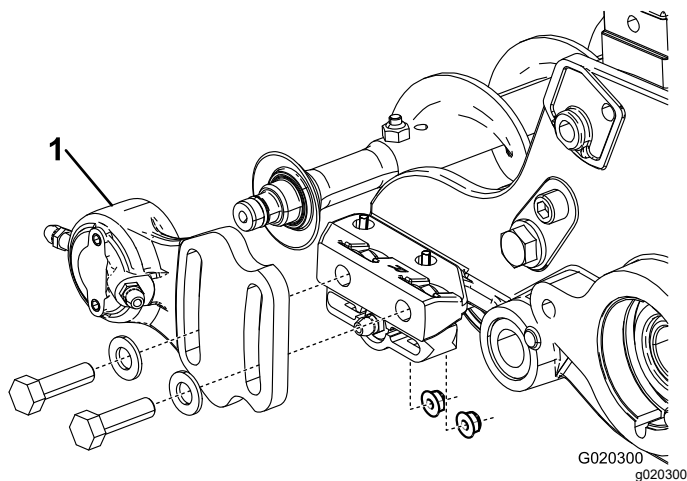
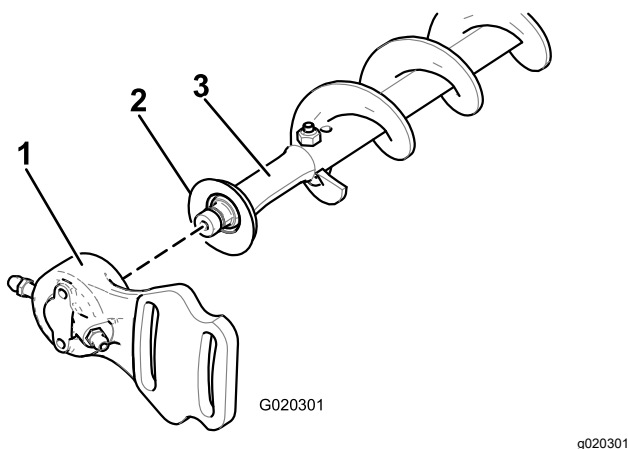

Figura 18
Figura 19
1. Si hay un cepillo de rodillo instalado en la unidad de corte, retire los 2 pernos, las arandelas y las tuercas que sujetan el alojamiento del cojinete sin motor al soporte de montaje del alojamiento del cojinete (Figura 18 y (Figura 19).
2. Retire el alojamiento del cojinete del lado sin transmisión, y el retén, del eje del cepillo (**Figura 19**).
9. Instale el retén y el alojamiento del cojinete del lado sin transmisión sobre el eje del cepillo (**Figura 19**).